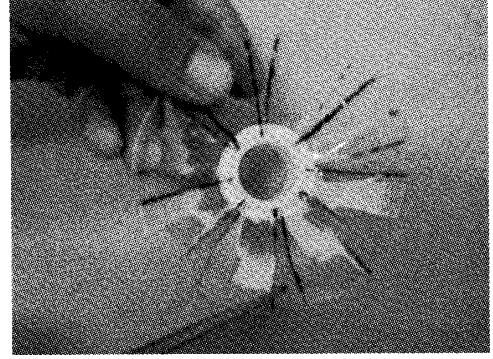

図 14 羽根の完成
(18)図 14 に示すように、羽根の部分ができるたら、羽根の先端部分の両角をはさみで切り取る。